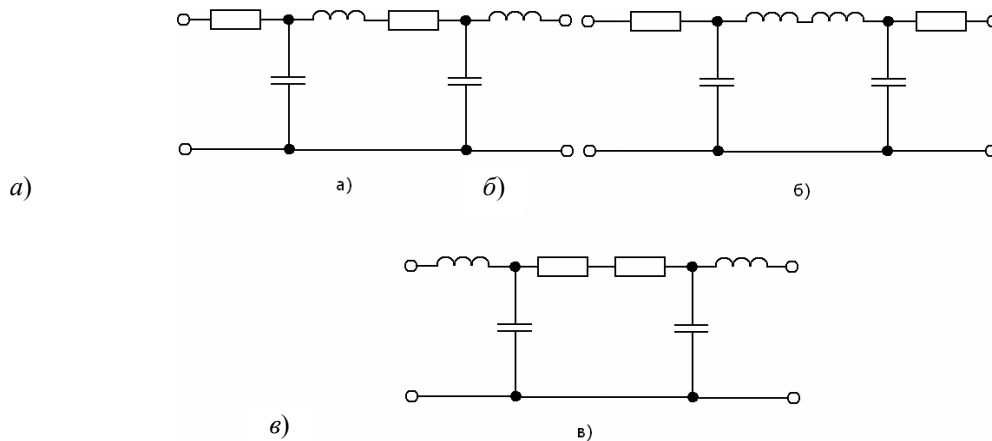

Рис. 5.11
5.13. Два одинаковых четырехполюсника из задачи 5.5 соединены каскадно по схемам, приведенным на рис. 5.11. Определить коэффициенты  $\| A \|$  эквивалентного ЧП для каждого из случаев.